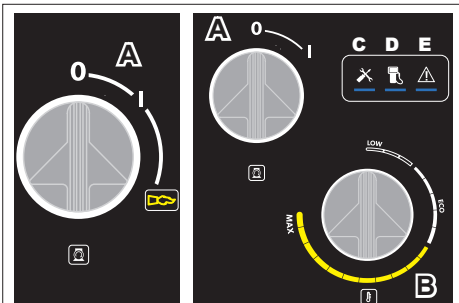

FIG. 11
**Pour éteindre les voyants tourner l'interrupteur général "A" fig. 11 sur "0" puis sur "I" (fig. 11).**
**A la fin du fonctionnement en «phase vapeur», tourner le bouton de thermostat «B» en position «0» le bouton de thermostat «B» sur la position «0 (fig.11), laisser refroidir l'appareil pendant env 3 minutes avec le pistolet ouvert**